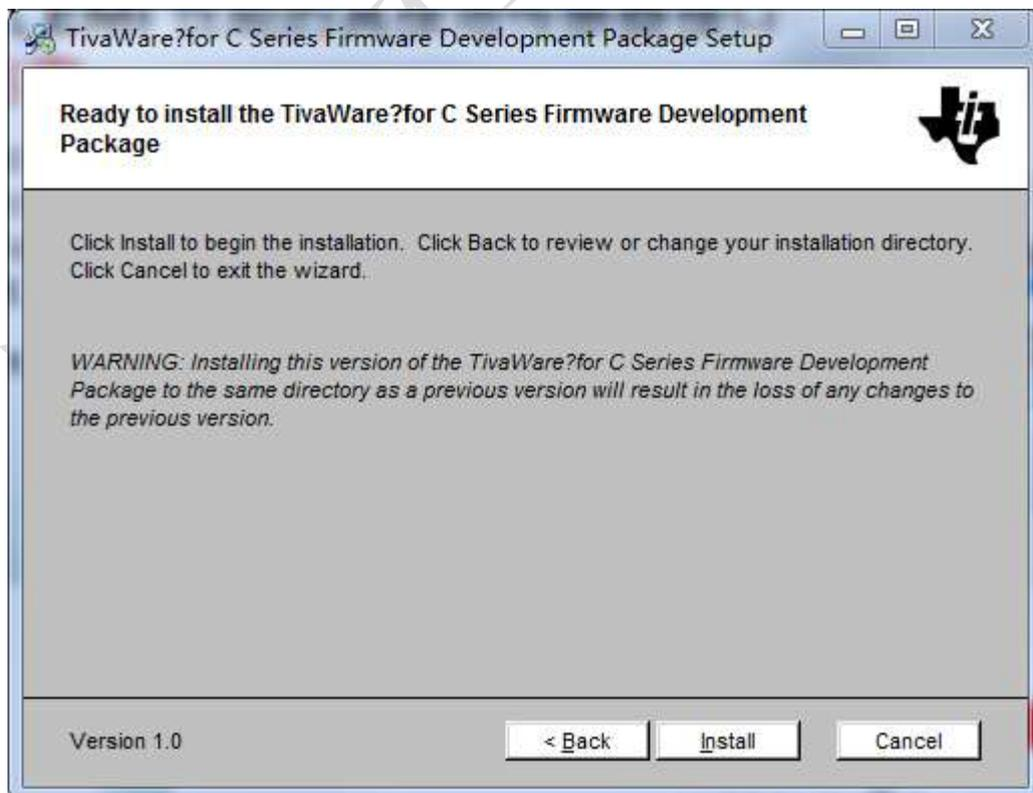

图 3.5 TivaWare 安装步骤 5
(6) 点击 next，最后一步点击 install，如图 3-5；